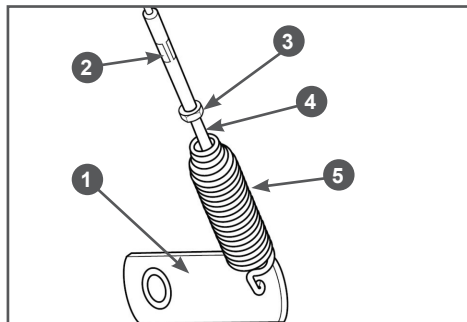

Рис. 9 Регулировка длины тросов включения хода и шнека
9. Отрегулируйте длину тросов включения шнеков и включения хода. Для примера, на Рис. 9 показан механизм регулировки троса включения шнеков. При полностью нажатом рычаге включения шнеков пружина 5 должна
быть растянута на 0,5 - 1 см (Рис. 9). Для регулировки длины троса ослабьте затяжку контргайки 3, вкрутите в муфту 2 или, при необходимости, выкрутите из муфты регулировочный винт 4 (Рис. 9). После окончательной регулировки затяните контргайку 3. Регулировка длины троса включения хода производится таким же образом.